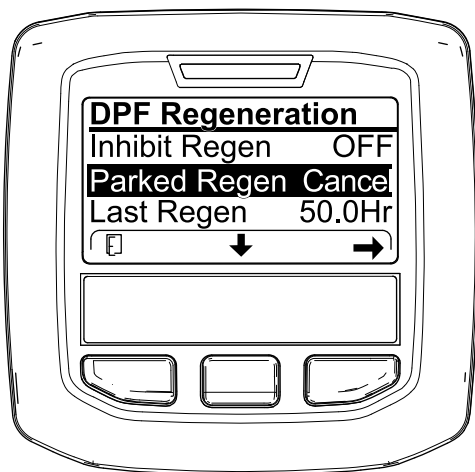
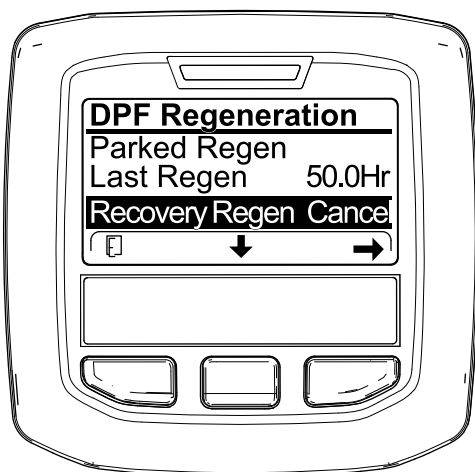

Figura 92
Figura 93
- Acceda al menú DPF Regeneration (Regeneración de DPF) (Figura 92).
2. Pulse el botón central para desplazarse hacia abajo, hasta la opción PARKED REGEN CANCEL (Cancelación de regeneración con máquina aparcada) (Figura 92) o la opción RECOVERY REGEN CANCEL (Cancelación de regeneración de recuperación) (Figura 93).
3. Pulse el botón derecho para seleccionar la opción Regen Cancel (Cancelación de regeneración) (Figura 92 o Figura 93).